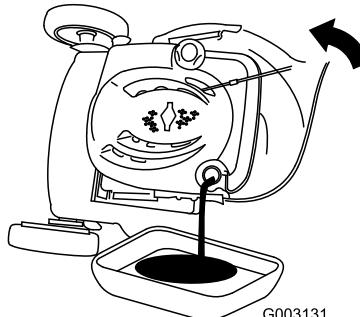

Figura 43
3. Ponga el cortacésped de lado (con el filtro de aire hacia arriba) para drenar el aceite usado a través del tubo de llenado de aceite (Figura 43).